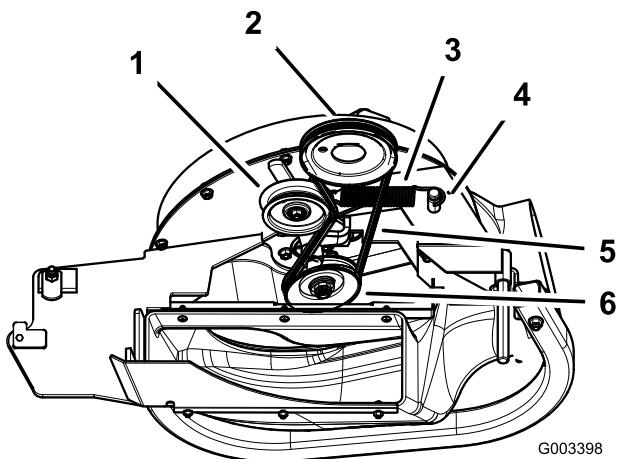

Bild 39
3. Ziehen Sie an der federgespannten Spannscheibe, um die Riemenspannung zu lösen (Bild 39).
5. Verlegen Sie einen neuen Riemen um die Gebläseriemenscheiben und die Mähwerkriemenscheibe (Bild 39).
7. Ziehen Sie die gefederte Spannscheibe zurück und verlegen Sie den Riemen auf der gefederten Spannscheibe (Bild 39).